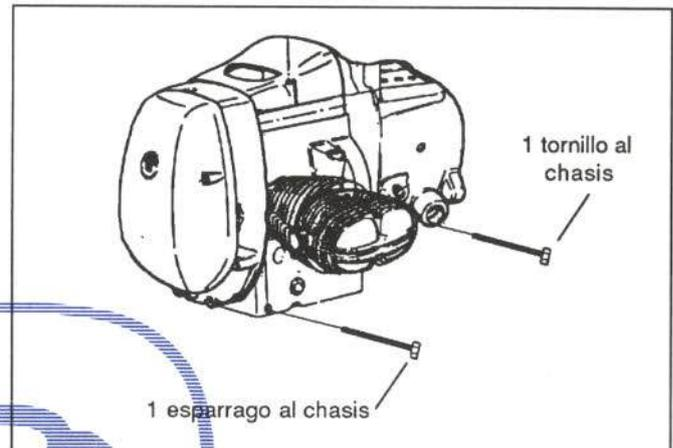

Figura 30.- Fijación del motor
En la figura 30 se muestra su fijación.
- Conjunto motor - cambio (figura 30)